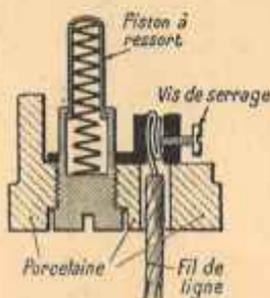

FIG. 80. — Détails de la pastille de porcelaine.
(1) Voir le détail sur la figure 80.
dans un trou de la pastille, en le repliant deux ou trois fois sur lui-même, afin que le contact soit bon et que le fil ne soit pas coupé (fig. 80). Ceci fait, on rentre la pastille dans l'anneau métallique (les bossages de celui-ci s'engageant dans les rainures de la porcelaine). Finalement, en vissant une bague (ou deux), on fixe à la fois la pastille et la douille proprement dite.